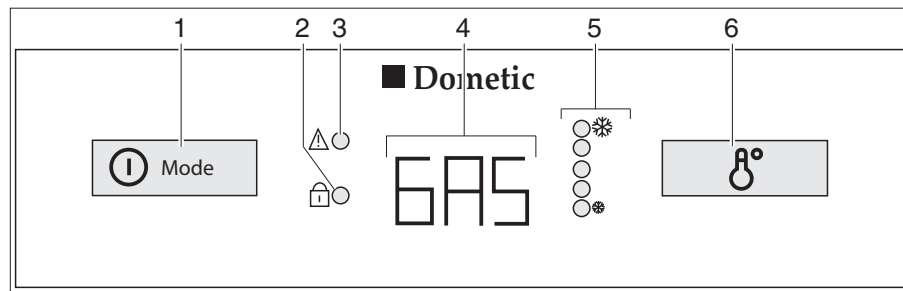

Bild 320 Reglage, knappar för kylskåpet (Dometic 8-serie med AES)
Vid störningar blinkar LED-indikatorn störning "⚠" (Bild 320,3).
Om 230 V-försörjningen **inte** är ansluten och fordonets motor är **avstängd**, väljer AES driftläget gasdrift. När gasdriften väljs öppnas tändsäkringen automatiskt så att gas kan strömma till brännaren. Samtidigt tillkopplas den elektroniska tändaren. Om gaslågan skulle slockna, t. ex. på grund av att det blåser, aktiveras tändaren direkt igen och tänder gasen. Vid störning i gasdriften blinkar texten "GAS" i driftindikeringen (Bild 320,4).
När kylskåpet sätts på väljs automatiskt en termostatinställning i mittläge. Denna inställning kan ändras manuellt med brytaren för temperaturinställning (Bild 320,6). LED-indikatorerna (Bild 320,5) visar den valda termostatinställningen. Med hjälp av denna knapp ställs kyltemperaturen in för alla tre energikällorna. Det tar alltid några timmar innan man har en normal drifttemperatur i kylskåpet. Om en omkoppling sker till en annan energikälla förändras termostatinställningen inte. Kyltemperaturen bibehålls oberoende av den valda energikällan.
- Tryck på strömbrytaren/energiväljaren (Bild 320,1) i två sekunder för att starta apparaten. Det senast valda driftläget visas i driftindikeringen (Bild 320,4).
- Välj energikälla med strömbrytaren/energiväljaren (Bild 320,1).
- Ställ in kyltemperaturen på väljaren för temperaturinställning (Bild 320,6). LED-indikatorerna (Bild 320,5) visar den valda termostatinställningen.
- Tryck på strömbrytaren/energivaljaren (Bild 320,1) i två sekunder. Alla indikeringarna slocknar.